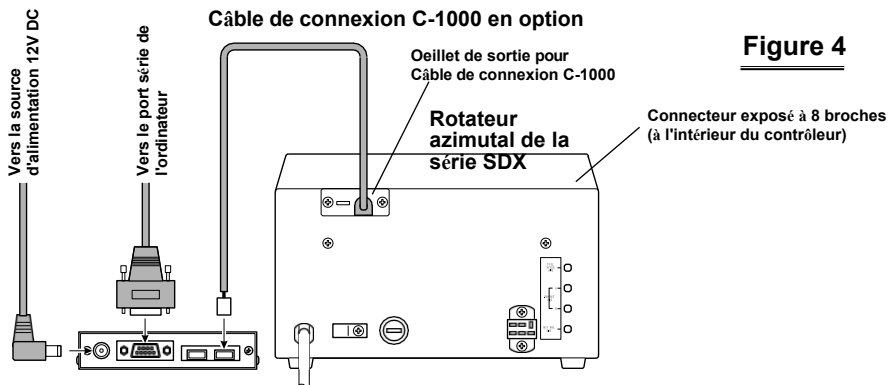

Figure 4
- Faire passer le connecteur à 5 broches du câble de connexion **C-1000** par le passe-câble en caoutchouc situé sur le panneau arrière du contrôleur et le brancher sur le connecteur **AZ** situé sur le panneau arrière du **GS-232B** (Figure 4).